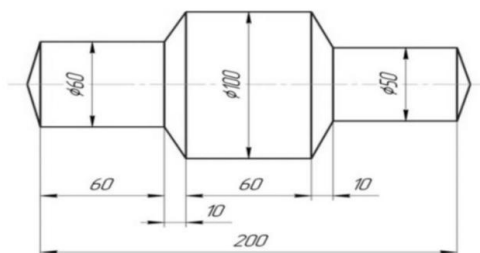

Рисунок 1 - Вал поковка
1. Определить толщину мостика заусенца, образующегося при штамповке штампом со средней заусенечной канавкой типа I для поковки – вал (рис. 1). Безразмерный коэффициент принять равным 0,015.
1. Наименьшие размеры перемычек и кромок, обрезаемых шаговыми ножами при штамповке мягкой стали (см. рис. 1)